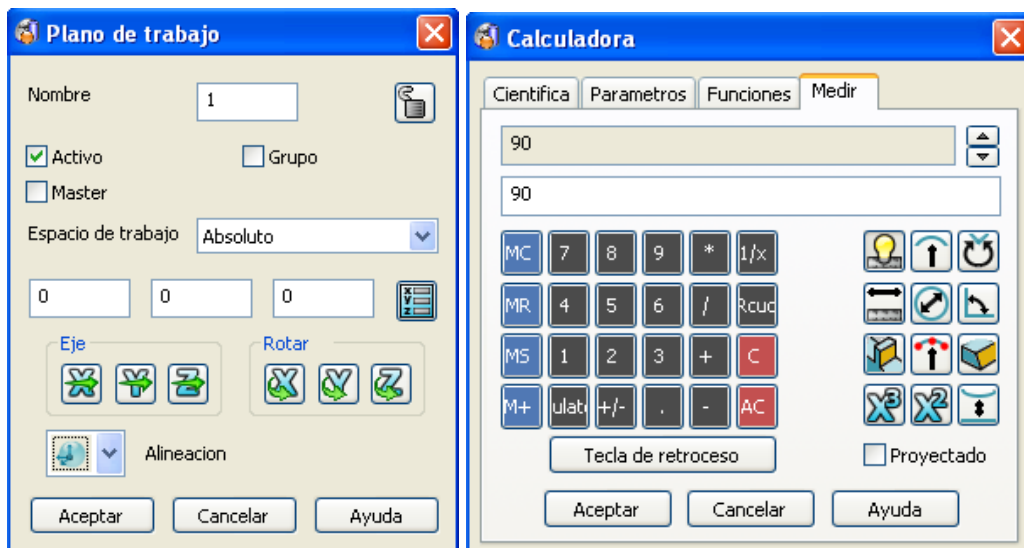

Figura 2.65 Formulario Plano de trabajo y Calculadora.
- Hacer doble clic sobre el plano de trabajo, aparece el formulario Plano de trabajo, en la zona Rotar pulsar Rotar con respecto a X , se despliega la Calculadora, introducir un valor de 90 y hacer clic en Aceptar, clic en Aceptar en el formulario (Figura 2.65).